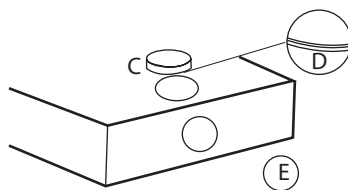

Fig 5
Seleccionar el tipo más apropiado según se requiera y proceder a montar la brida C (Fig. 5) en la abertura elegida para la salida de aire (A o B): fijar las 3 bridas en sentido de las manecillas del reloj hasta que se bloqueen. Cerrar la otra apertura montando la «tapa» (E) del mismo modo: fijar los clips de la tapa de manera que el pestillo coincida con las ranuras de la campana; girar ligeramente la tapa en sentido de las manecillas del reloj hasta que se bloquee.